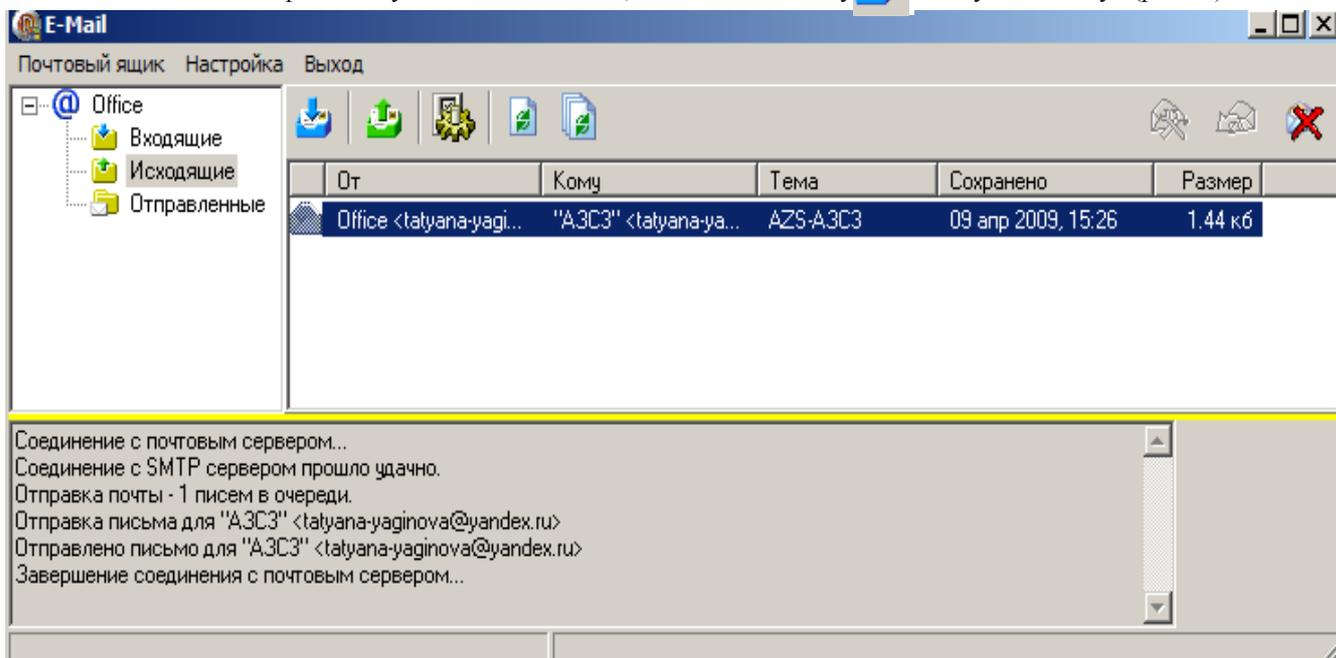

Рис. 35
- 8.Чтобы в офисе получить ответ с АЗС, щелкните кнопку  «Получить почту» (рис.35).
Для просмотра всех полученных писем с АЗС и отправленных писем-запросов на АЗС в программе «ПТК АЗС Офис» в меню «Связь» установите настройку «Электронная почта» (рис.35). В открывшемся окне можно посмотреть список всех отправленных файлов, открыв закладку «Входящие».